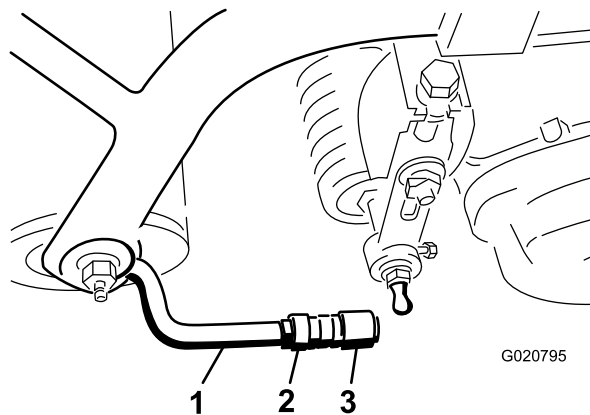

Figura 9
5. Efectue o alinhamento dos suportes com as juntas esféricas, de forma a que a zona aberta do suporte se encontre perfeitamente centrada com o tampão esférico. Aperte as porcas para fixar os suportes na posição correcta (Figura 9).